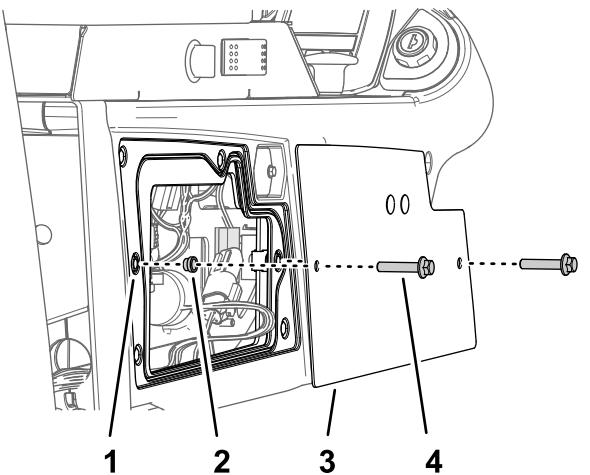

Figure 13
1. Retirez les 2 vis à embase (1/4 x 1¼ po) et les 2 entretoises qui fixent la plaque d'obturation au cadre du panneau du bras de commande (Figure 13).